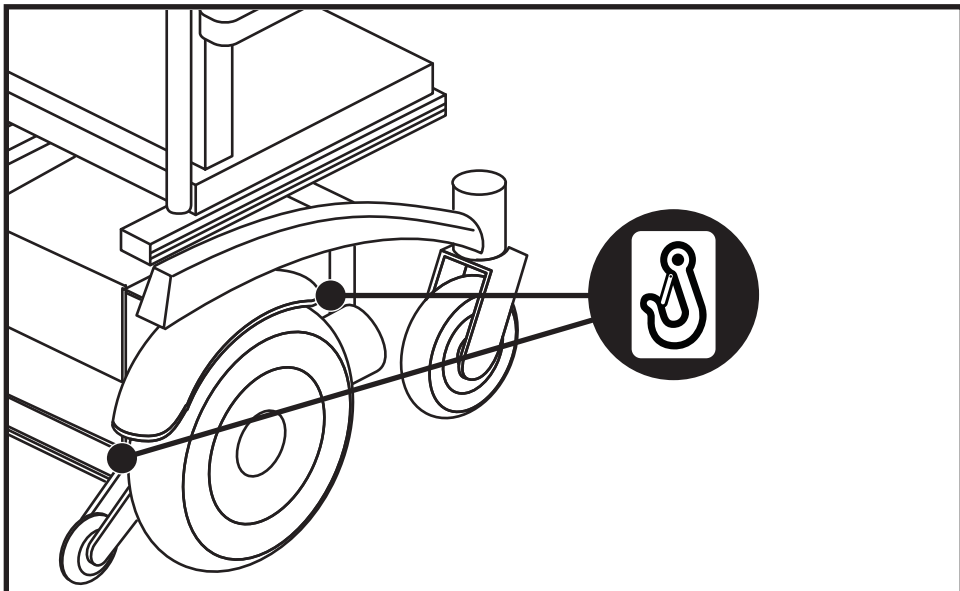

**Figuur 3.** 4-puntsbevestigingspunten op een elektrische rolstoel met midwielaandrijving (Weergave van rechterzijde)
- Bevestig de vier, zes of acht bevestigingsriemen uitsluitend aan de speciale en geëtiketteerde verankerpunten voor vervoer. Deze worden op de elektrische rolstoel aangegeven door ankersymbolen. **Zie figuur 3 tot en met 10.** Trek de riemen strak, zodat er absoluut geen speling is.
- Het pakket voor bevestiging tijdens vervoer van Pride bevat verankerpunten voor WTORS-riemen, in overeenstemming met ISO 7176-19. **Zie figuur 3 tot en met 10** voor de locatie van de verankerpunten op ieder model.